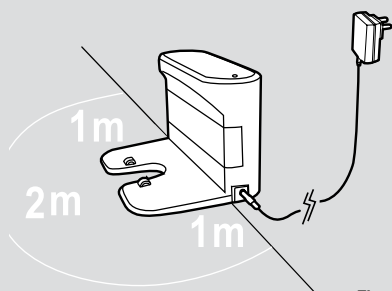

Fig. 2
Sæt netspændingsadapteren i kontakten, og tilslut til ladestationen. **[Fig. 2]**
3. Der må ikke være genstande i området omkring ladestationen i en afstand på 2 m foran og 1 m til hver side. **[Fig. 2]**